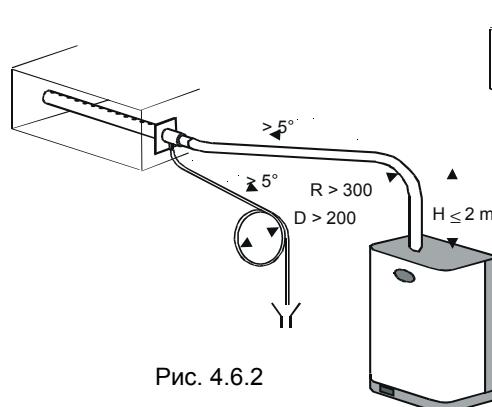

Рис. 4.6.2
- Подъем вертикально вверх на высоту не менее 300 мм, далее сгиб с радиусом не менее 300 мм и постепенный наклон вниз не менее  $5^\circ$  (см. Рис. 4.6.2);
Конец трубы для отвода конденсата подсоединеняется к ближайшей сливной трубке с минимальным наклоном  $5^\circ$  для обеспечения правильного нисходящего потока (см. Рис. 4.6.2).